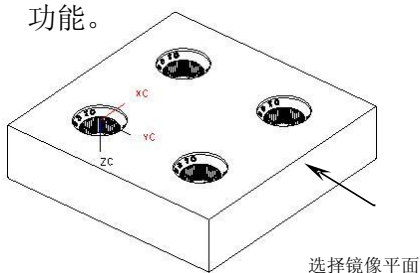
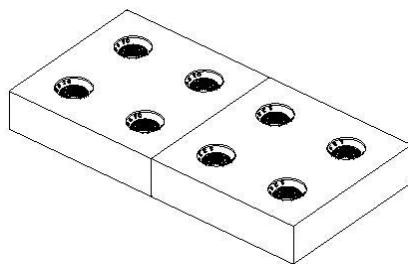

图5-29
图5-30
7. 选择型腔，在键盘上按 **Ctrl+T** 组合键弹出【变换】对话框，单击 **用平面做镜像** 按钮，并选择型腔侧面作为镜像平面，如图 5-29 所示，然后依次单击 **确定** 和 **复制** 按钮创建镜像型腔，如图 5-30 所示，单击 **取消** 按钮退出【变换】功能。